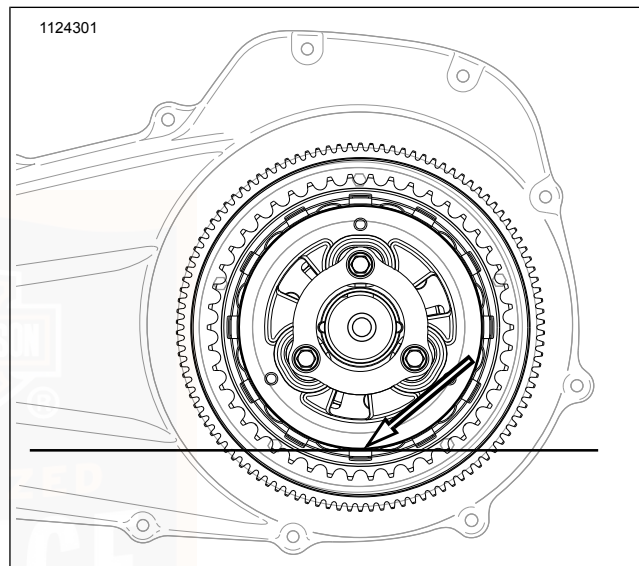

Abbildung 69. Primärer Schmiermittelstand
- Siehe Abbildung 69 . Der korrekte Füllstand liegt ca. an der Unterseite des Außendurchmessers der Druckplatte.